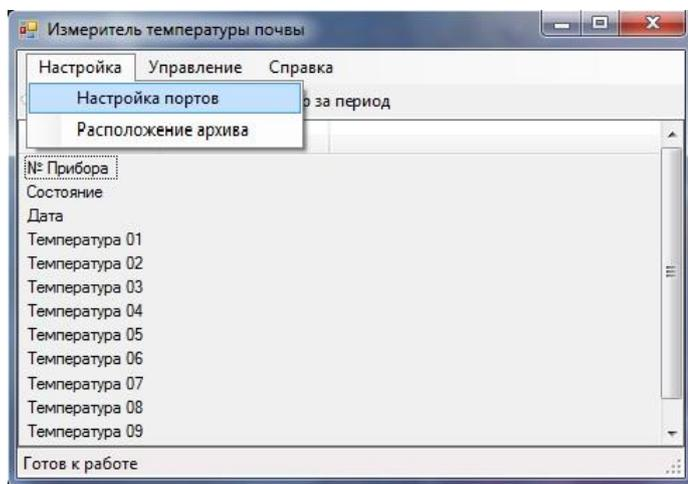
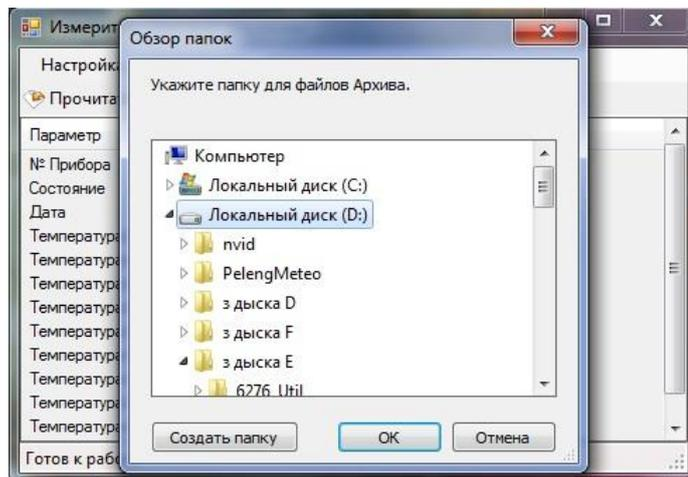

Рисунок 6 – Измеритель температуры почвы
Рисунок 8 – Настройка пути файла архива
4.4.2 Запустить программу «Ground Termometr.exe». В открывшемся окне «Измеритель температуры почвы» выбрать меню «Настройка» (рисунок 6)
4.4.4 В меню «Настойка» выбрать опцию «Расположение архива» (рисунок 6) и указать путь, где будут храниться файлы с историей показаний прибора (рисунок 8).